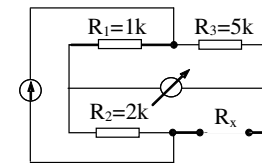

Figura 10
7. Pentru puntea din figura 10 să se calculeze rezistența R_x la echilibru și sensibilitatea S a punții.